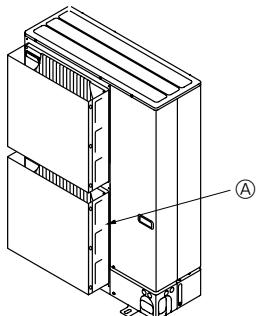

Fig. 2-4
- ② Monter en ekstra luftledeskærm på steder, hvor kraftig vind kan blæse direkte ind i luftudgangen (Fig. 2-4).